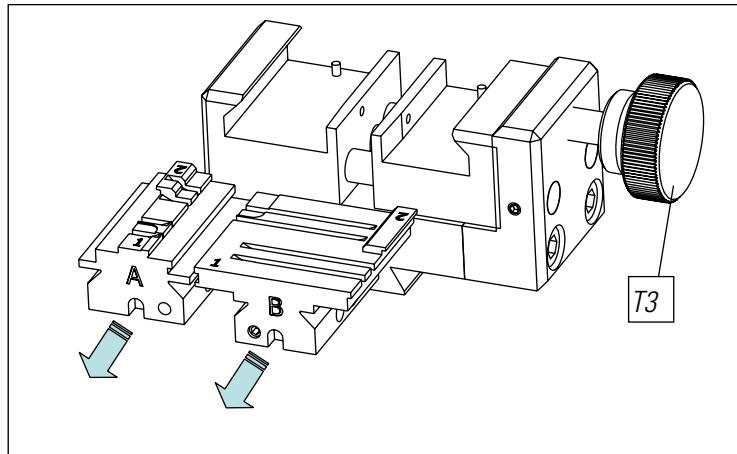

FIG. 20
- 2) Den/Die Greifer mit den Fingern vom hinteren Teil aus drücken und zum Bediener ziehen. (Abb. 20)